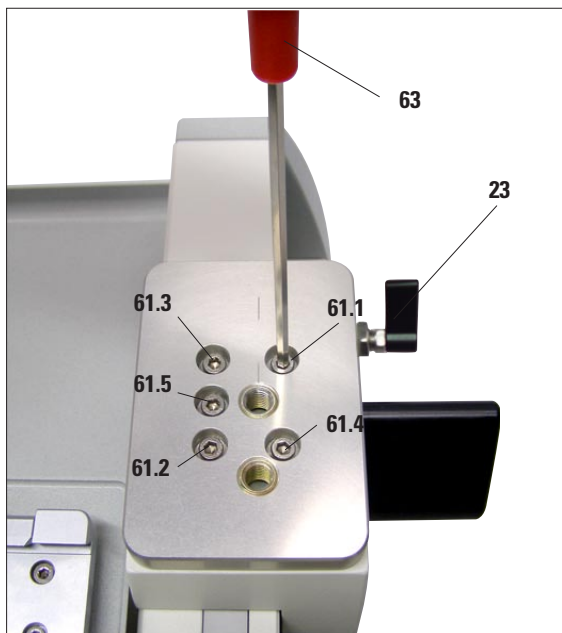

図 10
- 5本の丸平頭ネジ (61.1-61.5) を穴に挿入し、六角レンチ T25 (63) でネジを対角に (図 10 に示した順序で) しっかりと締め付けます。